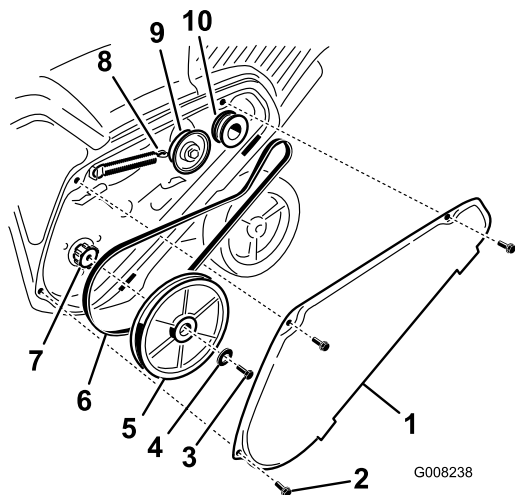

Figure 27
1. Enlevez le couvercle de la courroie d'entraînement après avoir retiré les 3 boulons comme montré à la Figure 27.
2. Décrochez le ressort de frein du bras de la poulie de tension pour détendre la courroie (Figure 27).
3. Enlevez la vis et la rondelle bombée qui retiennent la poulie de rotor (Figure 27).
4. Retirez la poulie de rotor et la courroie d'entraînement (Figure 27).
Remarque: Acheminez la courroie neuve autour de la poulie du moteur, puis de la poulie de tension, et enfin autour de la poulie de rotor desserrée, située juste au-dessus de l'arbre de rotor (Figure 27).
6. Montez la poulie de rotor sur l'arbre de rotor (Figure 27).
7. Montez la rondelle bombée et le boulon de fixation de la poulie de rotor, et serrez-les solidement (Figure 27).